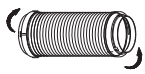

Abb.16a
1. Schließen Sie den Abluftadapter B an den Abluftschlauch an wie in Abb. 16a oder 16b gezeigt. Für die Montage des Fensteradapters beachten Sie bitte die vorhergehenden Seiten.